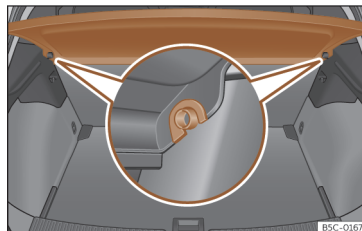

Fig. 172 Dans le coffre à bagages : démonter et remonter la plage arrière.
- Dégagez la plage arrière des supports latéraux >>> **fig. 172** en la tirant vers le haut puis en la détachant.
- Introduisez la plage arrière horizontalement en faisant coïncider la « forme en U » sur l'axe des supports >>> **fig. 172**, et appuyez vers le bas jusqu'à ce qu'elle s'encastre.